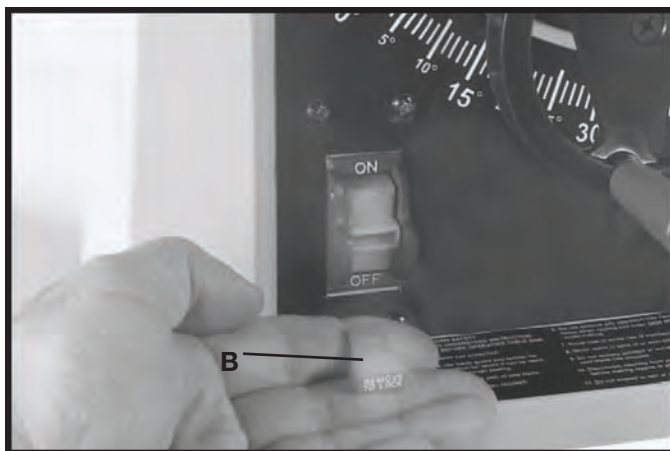

Fig. 28
IMPORTANTE: Quando a ferramenta não estiver em uso, deixe a chave na posição “desligar” para evitar uso não autorizado. Para travar a ferramenta, segure o interruptor articulado (B) e puxe-o para fora da chave (Fig. 28). Com o interruptor articulado (B) removido, a chave não funcionará. No entanto, se este for removido enquanto a serra estiver em funcionamento, a máquina pode ser “DESLIGADA”, mas não religada se o interruptor não for recolocado (B).